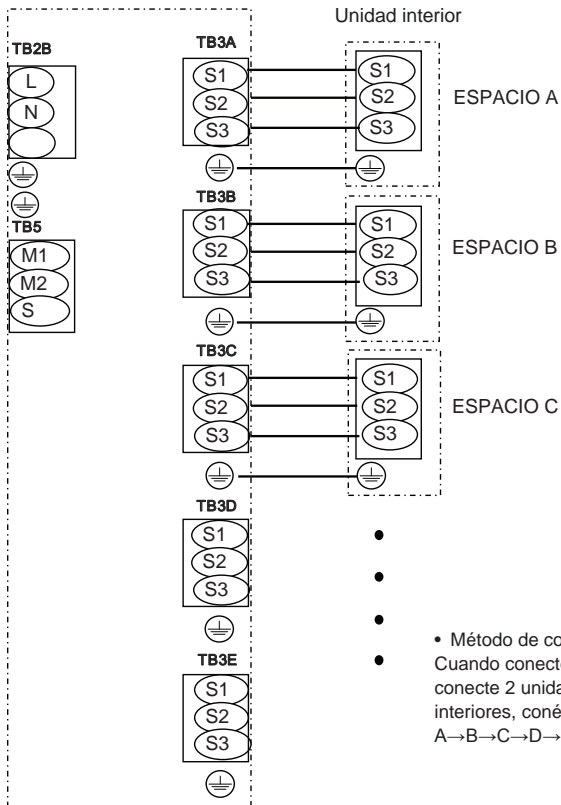

Fig. 8-9
8.2. Procedimiento de cableado exterior (Fig. 8-8, Fig 8-9)